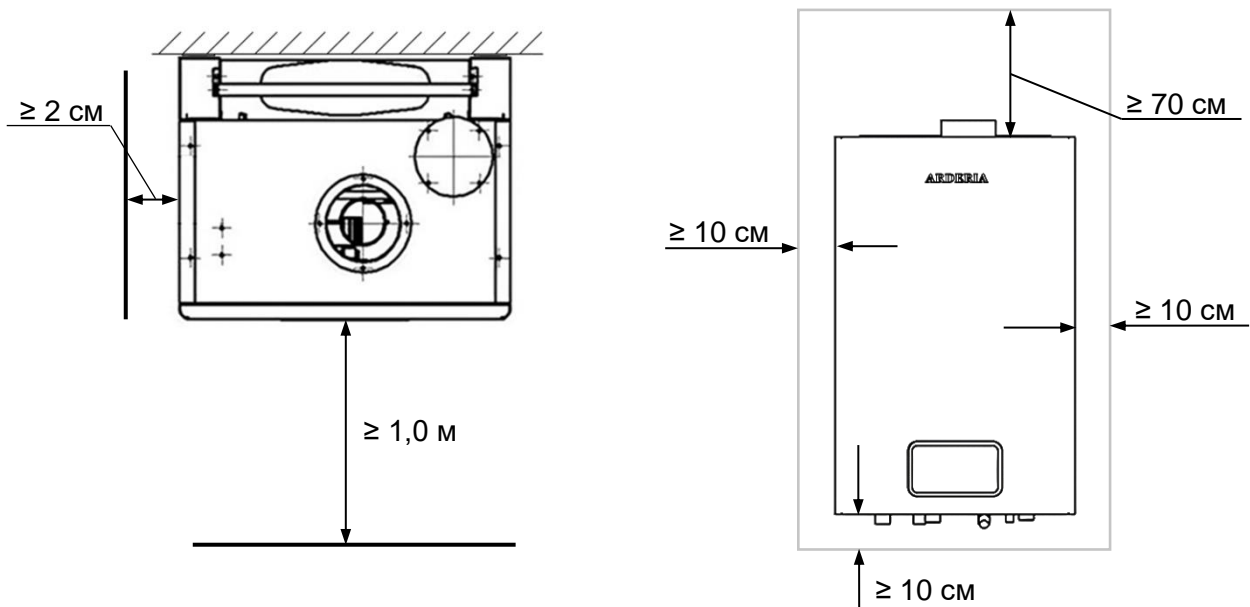

Рис. 10
- Перед котлом должна быть зона обслуживания не менее 1,0 м. (См. Рис. 10).